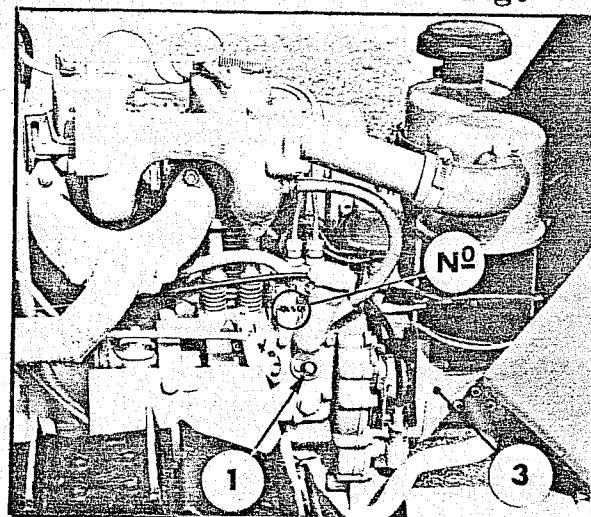

fig. 3
- una pompa ad ingranaggi accoppiata anteriormente al motore ( 3 fig. 3 ) con una portata di 49 litri/1' a 2300 giri/1' -
- 1)-Tirare il bottone supplemento gasolio (1 fig. 3).